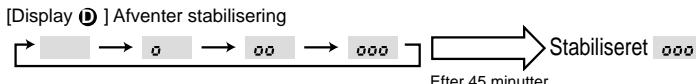

Fig. 8-3
③ Tryk på **FILTER** (→) -knappen for at bekræfte indstillingen. (Fig. 8-3)